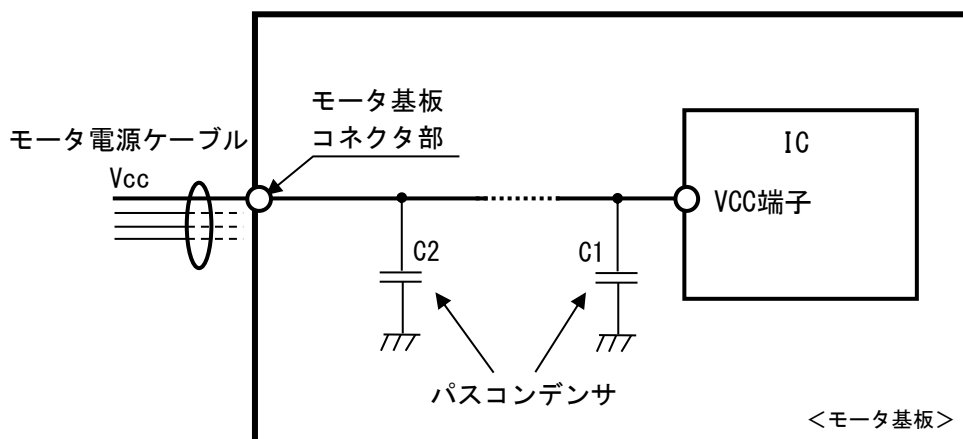

図 5.6.1 サージ電圧保護素子設置(例)
- ・対策 ①IC 端子に近接してパスコンデンサ C1 を配置してください。パスコンには、セラミックコンデンサ等の周波数特性の良いものを付加してください。容量の目安は約 1 μF です。
②図 5.6.1 のように、モータ基板コネクタ部に近接してコンデンサ C2 等のサージ吸収素子を配置すると有効です。